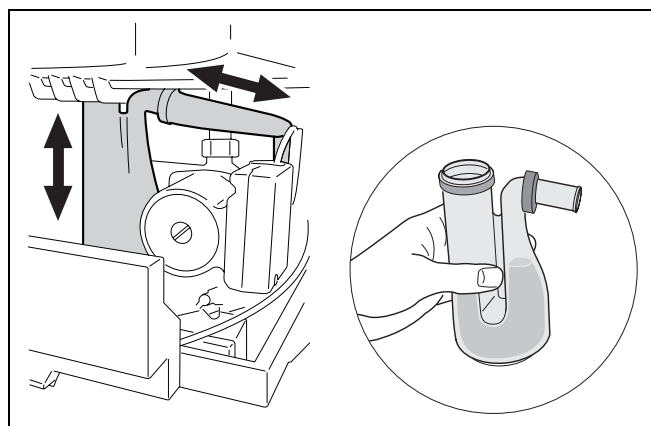

fig. 14 Sifon vullen
- Trek de sifon met de lipafdichting naar onderen uit de bus en trek vervolgens deze uit de afvoer ($\rightarrow$ fig. 14).